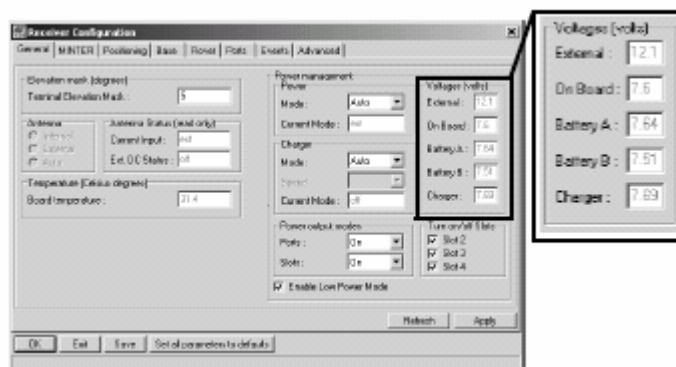

Figura 2-5. Ver información de tensiones
7. Consulte la información de *Voltajes* (Figura 2-5).